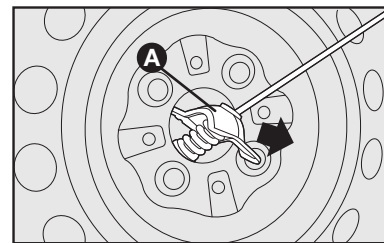

fig. 6
- Colocar a roda sobressalente na posição vertical e retirar o dispositivo **A-fig. 6**, fazendo-o passar pelo furo central da roda, no sentido da seta.